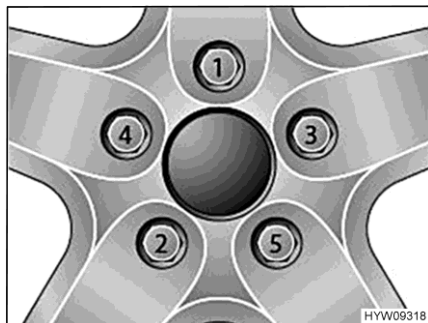

Bild 113 Dra fast hjulmuttrarna eller hjulbultarna korsvis
- Dra fast hjulmuttrarna eller hjulbultarna i den ordning som anges i Bild 113. Använd en momentnyckel och observera det angivna åtdragningsmomentet (se avsnitt 14.5).
- Kontrollera regelbundet att hjulmuttrarna eller hjulbultarna är ordentligt åtdragna. Om du har bytt däck ska hjulmuttrarna eller hjulbultarna dras åt efter 5 mils körning. Följ den ordning som anges i Bild 113.
- Då nya eller nylackerade fälgar används bör hjulmuttrarna eller hjulbultarna dras åt efter ca 100 till 500 mil. Följ den ordning som anges i Bild 113.